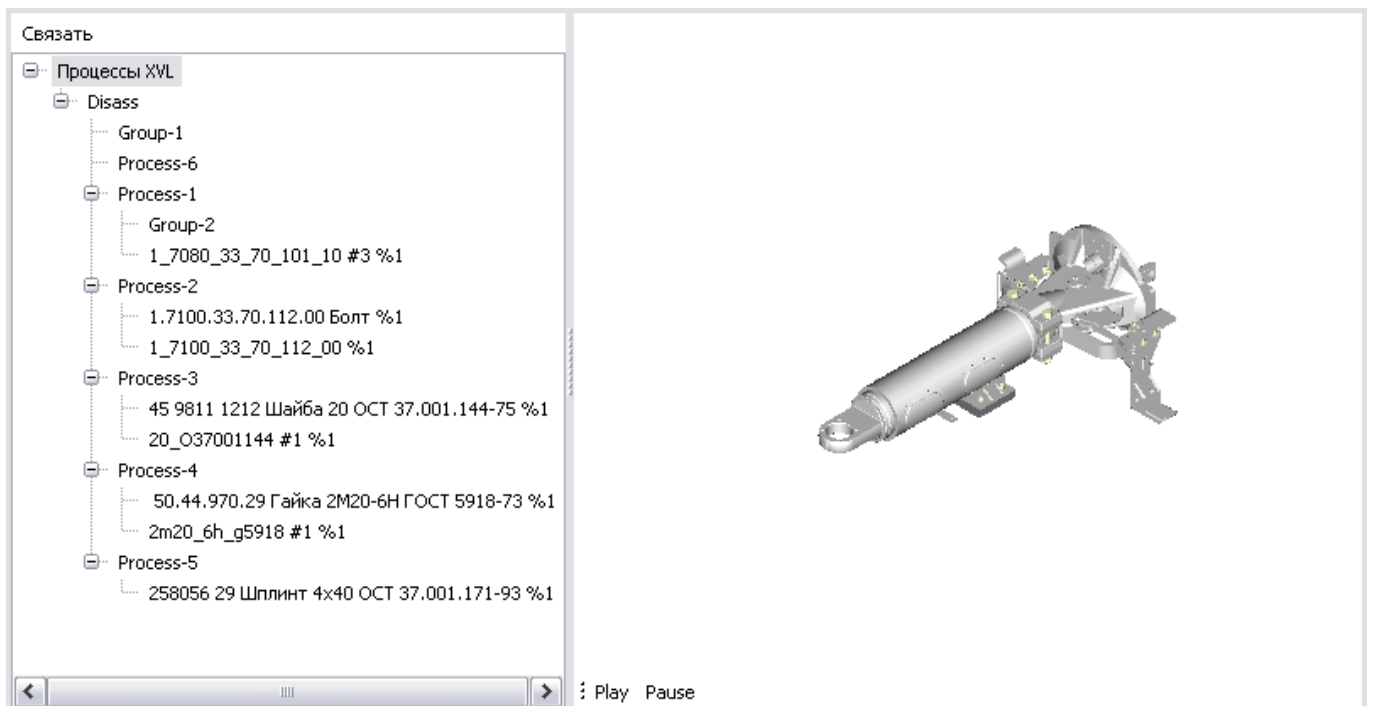

Рисунок 420
5) Закройте окно с сохранением изменений. В разделе **Анимация** появится прямоугольник с названием анимации, а в правом окне отобразится вставленная модель (рисунок 420).